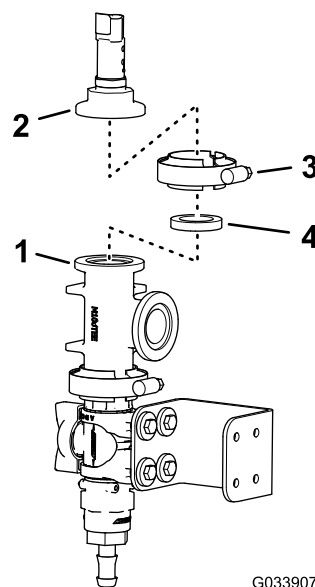

Figura 30
6. Alinee la brida del transductor de presión con la brida del acoplamiento en T, según se muestra en **Figura 30**.
7. Monte el transductor de presión en el acoplamiento en T con una junta y una brida de fijación, y apriete la brida a mano (**Figura 30**).